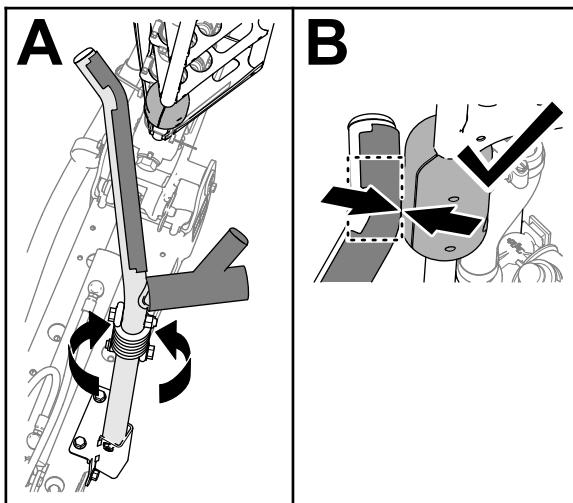

Figure 107
4. Tournez le berceau jusqu'à ce que le coude du tube soit en face du bloc coulissant sur le tube supérieur de la rampe extérieure (Figure 107).
**Remarque:** Les blocs doivent toucher le berceau au niveau du coude du tube supérieur (Figure 107).